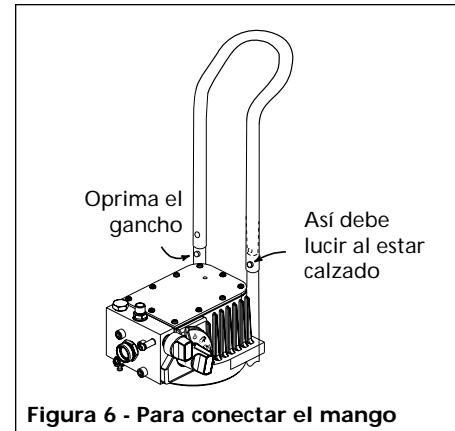

Figura 6 - Para conectar el mango
7. Parese detrás de la unidad y sostenga el mango por los extremos inferiores. Con los dedos oprima los ganchos y continúe empujando el mango hasta que comience a calzar. Finalmente continúe empujando coámanos en la parte superior del mango hasta que haya calzado por completo (Vea la Figura 6).